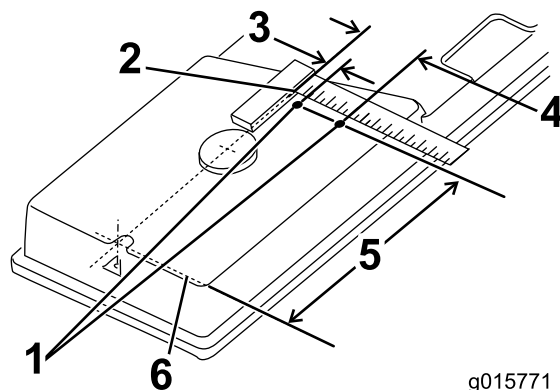

Figure 2
5. Percez 2 trous sur le couvercle de la courroie du plateau de coupe (Figure 2).